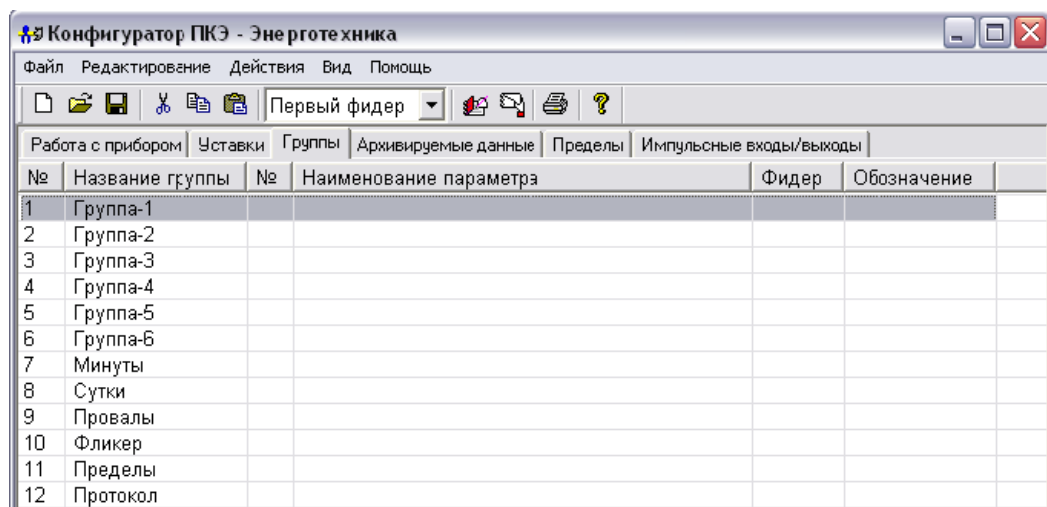

Рисунок 50
- выбрать группу (установить курсор на группу, щёлкнуть левой кнопкой «мыши», группа выделится цветом) (рисунок 50);
- выделить группу, в которой необходимо задать измеряемые характеристики (рисунок 50);